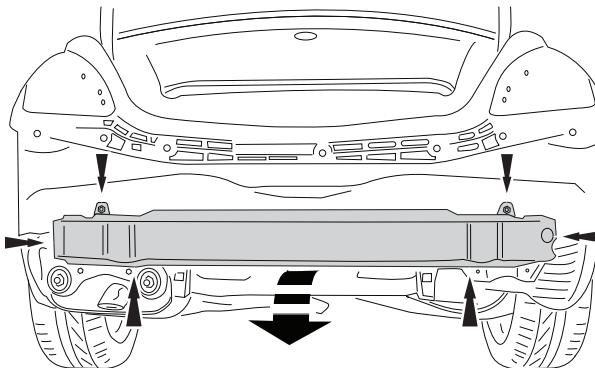

Fig.1
2. Снять бампер вместе со стальным буферным бруском автомобиля буферный брус больше не понадобится. См. рисунок 1 + 1a.